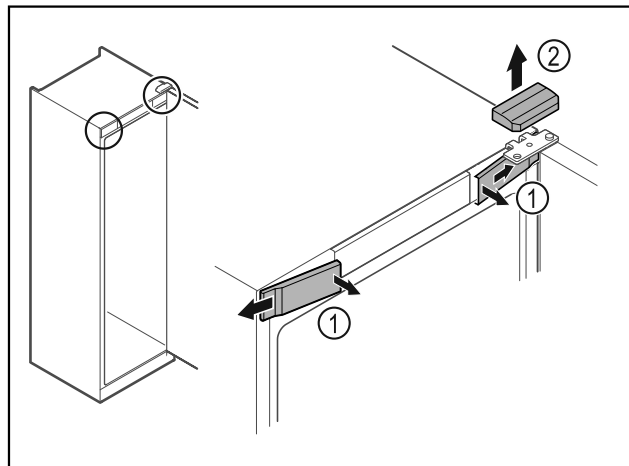

Fig. 8
- ▶ Odstráňte zvnútra predné kryty Fig. 8 (1) a odoberte ich do strany.
- ▶ Odoberte horný kryt Fig. 8 (2) nahor.